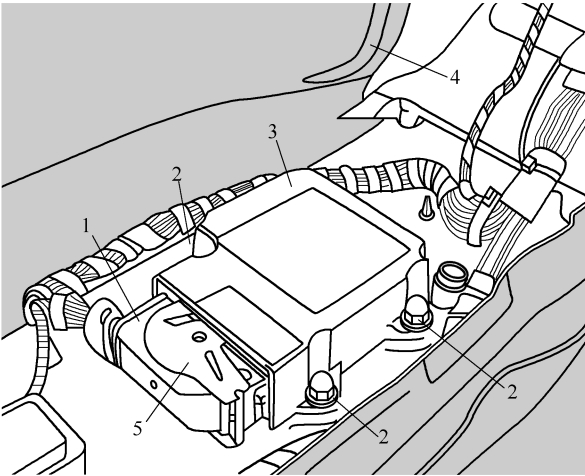

图 6-2-1 拆卸安全气囊控制单元 J234
(1) 打开点火开关。
(2) 断开蓄电池接线，并始终保持点火开关打开。
(3) 拆下中控台和中控台框架，并拆下中控台中的空气导管。如图 6-2-1 所示，翻转阻尼器 4，打开插接器 1 上的卡箍 5，拔下插接器 1，拧下螺母 2 (3 个)，取下控制单元 3。